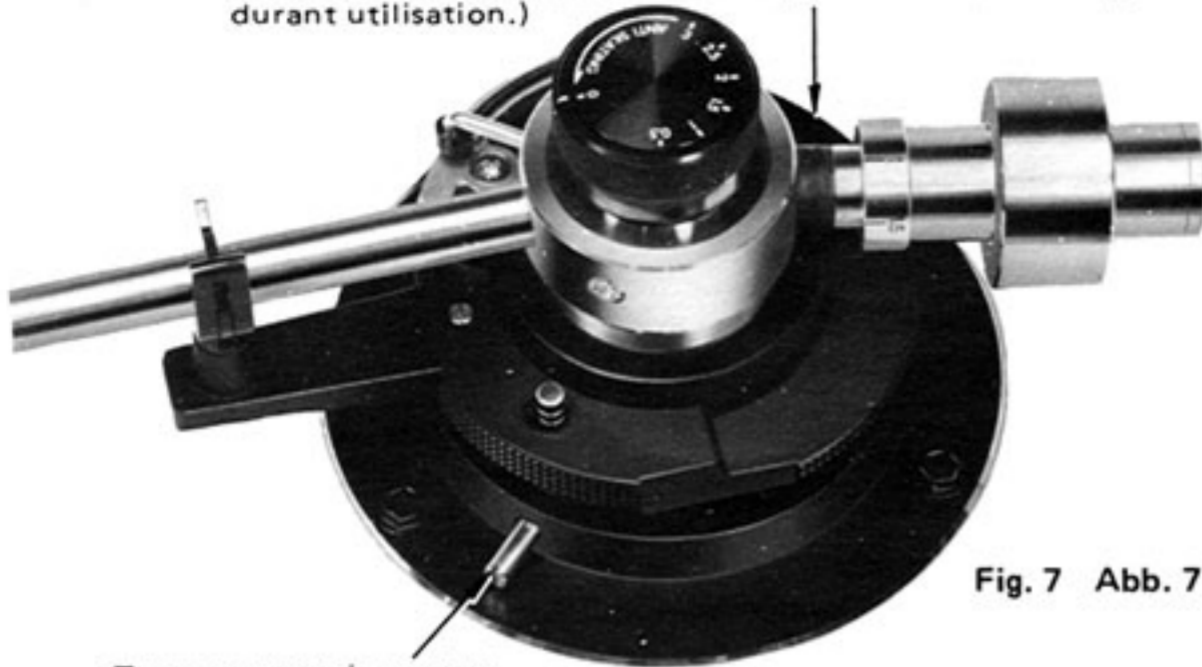

Fig. 7 Abb. 7
● Tonearm Height Adjustment (Fig. 7)
• Einstellung der Tonarmhöhe (Abb. 7)
• Réglage de la hauteur du bras de lecture (Fig. 7)